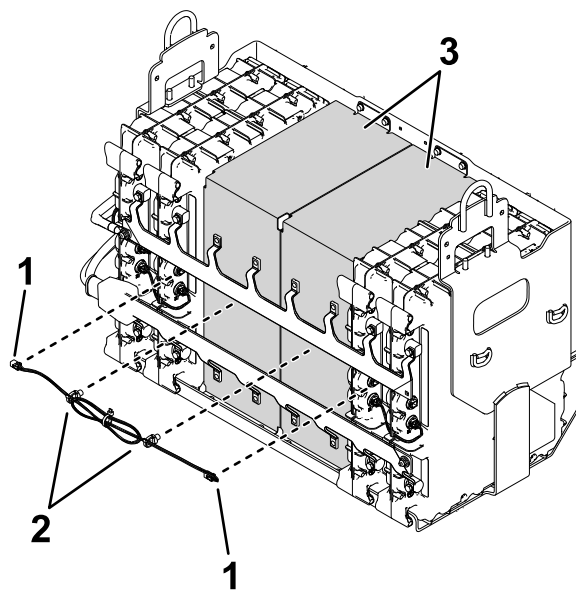

図 2
2. バッテリースペーサとバッテリーからワイヤハーネスを取り外す 図 2。
3. バッテリー搭載部からバッテリースペーサ 図 2 を取り外す。
- B. この前の段階で取り外したワイヤハーネス 図 2 に示されているものをバッテリーポート D1 というラベルがついているに取り付ける 図 10 を参照。